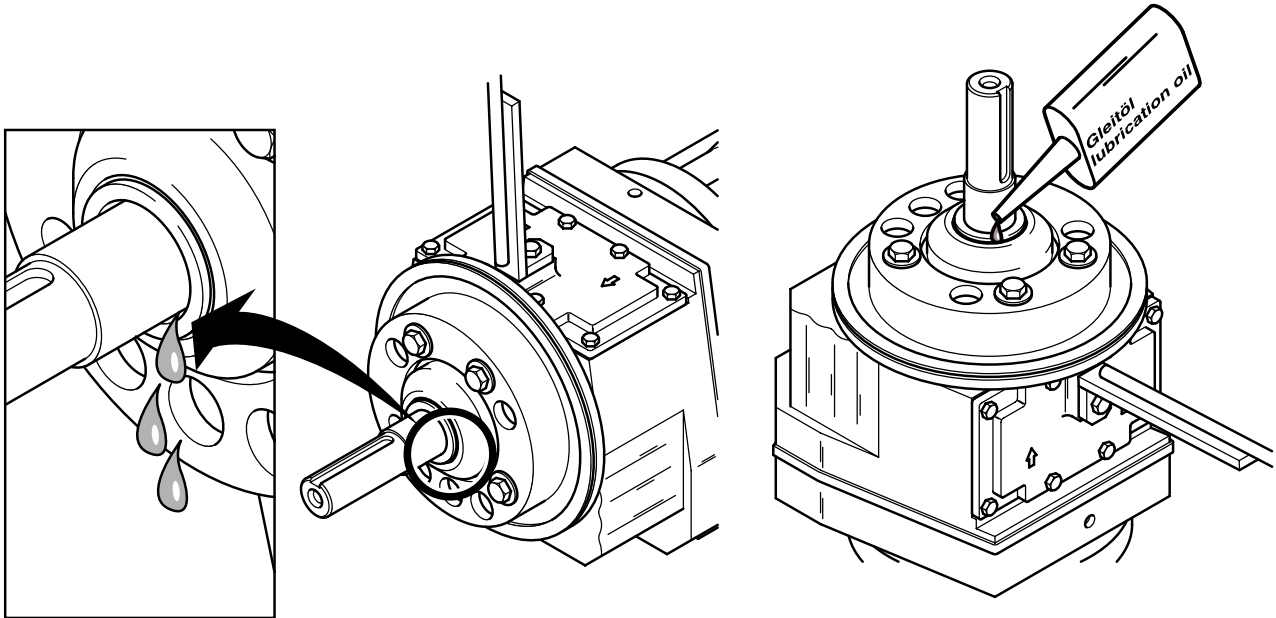

Рисунок 16 Заправка и замена масла.
**ПРИМЕЧАНИЕ** При демонтаже вращающейся детали механического уплотнения агрегат следует установить вертикально (см. Рис. 16), чтобы не допустить утечки масла.
- Установите агрегат вертикально (как показано на Рис. 16) и примите необходимые меры, чтобы он не опрокинулся.
- Новое масло заливается в отверстие между фиксирующим кольцом и валом таким же образом как оно сливается (см. Рисунок 16).